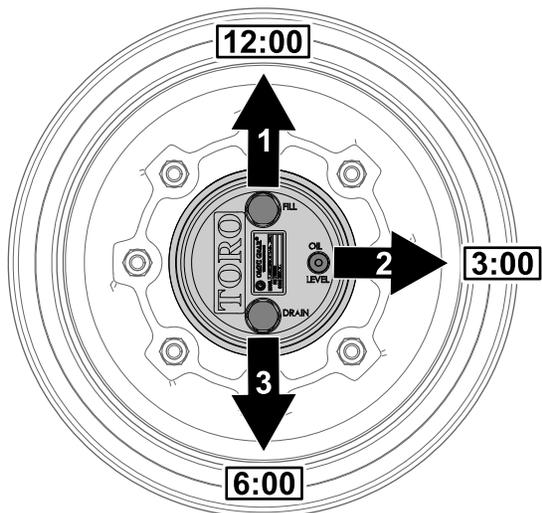

図 99
1. 水平な床面で、補給プラグが時計の 12 時の位置、点検プラグが 3 時、ドレンプラグが 6 時の位置を指すように駐車する 図 99。
2. 3 時の位置にある点検プラグを外す 図 99。
1. 水平な床面で、補給プラグが時計の 12 時の位置、点検プラグが 3 時、ドレンプラグが 6 時の位置を指すように駐車する 図 99 **プラネタリギアオイルの点検 (ページ 65)** を参照。